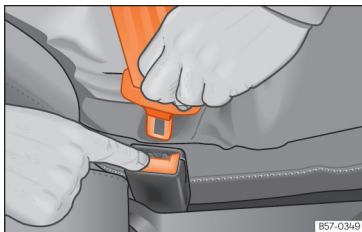

Abb. 24 Schlosszunge vom Gurtschloss lösen.
- Rote Taste im Gurtschloss drücken »» **Abb. 24**. Die Schlosszunge springt heraus.